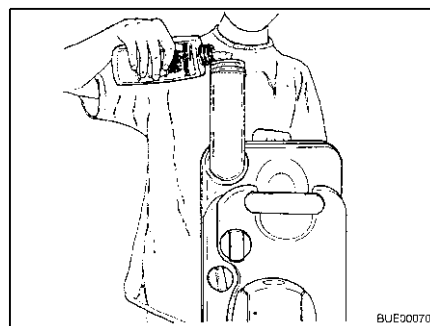

Fig. 221 Verter producto para sanitarios
- Rellenar la cantidad indicada de producto para sanitarios en el depósito de aguas fecales (Fig. 221).